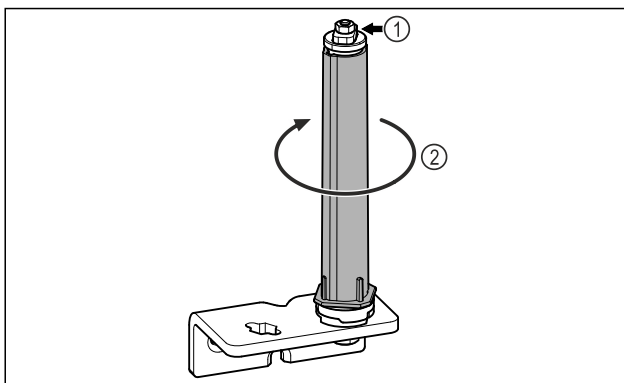

Fig. 18
- ▶ No desmontar el sistema de cierre de puertas Fig. 18 (1).
- ▶ Girar el sistema de cierre Fig. 18 (2) hasta que haga clic.